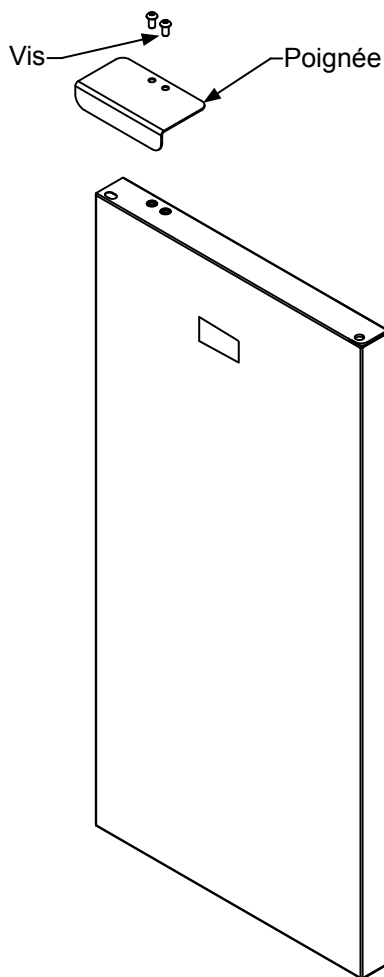

Figure 7
1. Sortez les poignées, (2) vis et une clé Allen de $\frac{5}{32}$ " du sac livré à l'intérieur du meuble.
2. Localisez le trou pour poignée situé en haut du tiroir et fixez-la en place en utilisant (2) vis serrées avec la clé Allen (Voir la Figure 7).